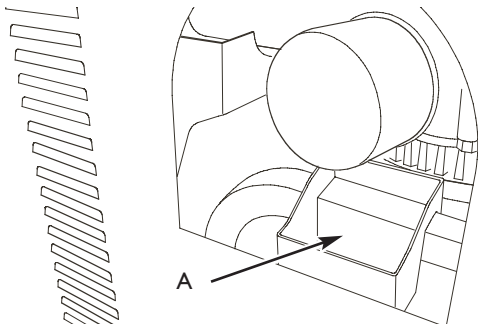

Figura 16 — Cambio del filtro de aceite con la bandeja de vaciado
- Coloque la bandeja de vaciado de aceite sobre la tubería y deslícela para situarla debajo del filtro de aceite (Figura 16).